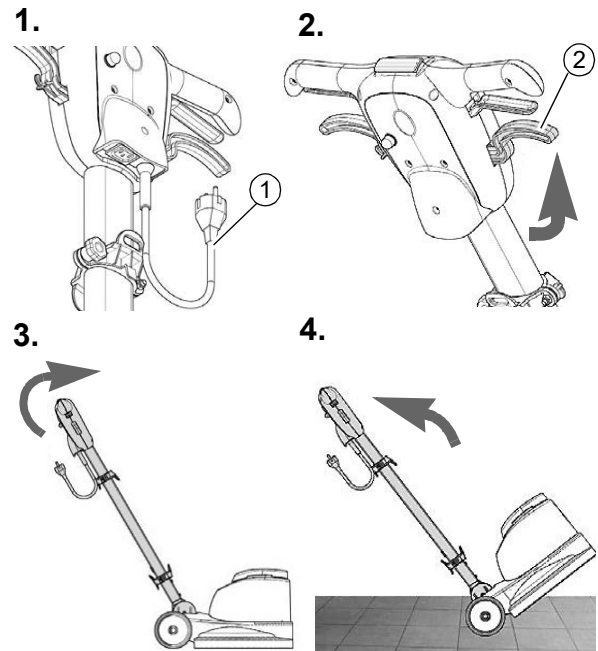

Abb. 4: Einsetzen der Mitnehmerscheibe
**Einsetzen der Mitnehmerscheibe (Abb. 4 und Abb. 5)**